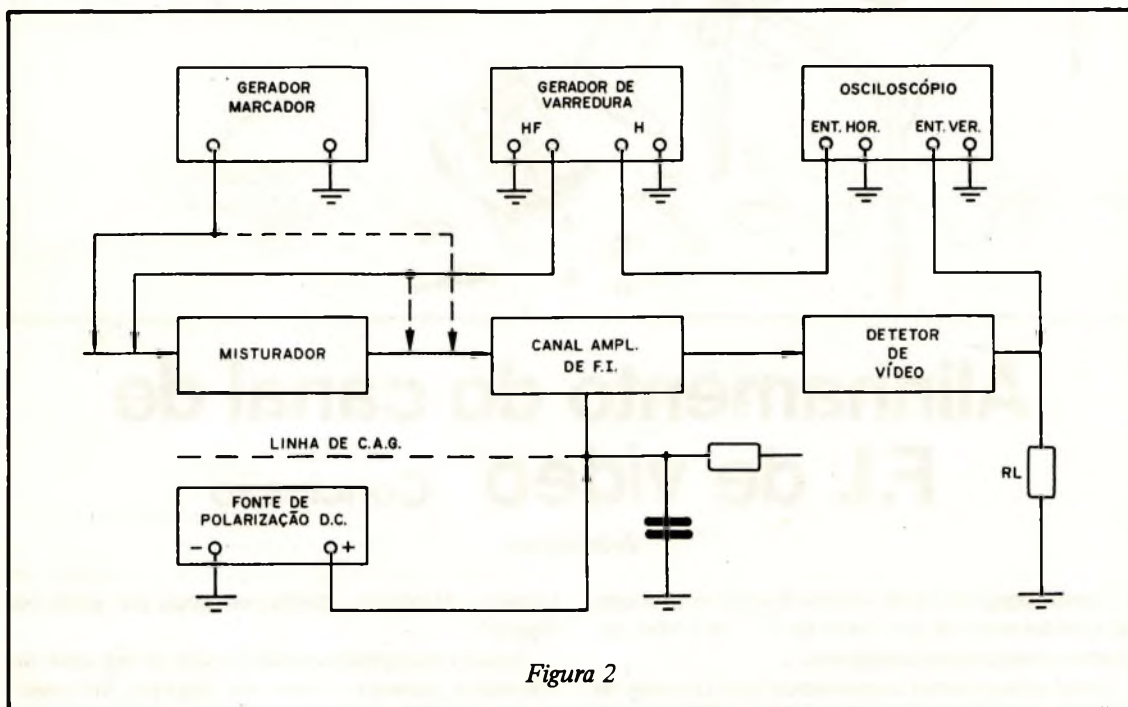

Figura 2
A figura 2 mostra como devem ser ligados os instrumentos para execução do alinhamento de um Canal de F.I. de Vídeo. Neste caso estamos usando Gerador de Varredura e Gerador Marcador separados.
4. Conecte a entrada vertical do Osciloscópio à saída do Detetor de Vídeo, conforme foi indicado na figura 2.